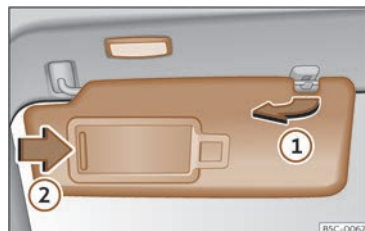

Fig. 115 Pare-soleil.
- Le pare-soleil peut être retiré du support et rabattu contre la portière >>> **fig. 115 ①**.